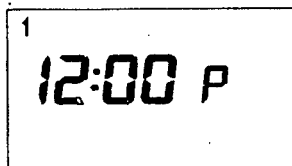

Fig. 3.2
**Tidsur tasten** (ur) (6) trykkes ind, displayet viser den programmerede tid og et **p** se fig. 3.2, **1**, **12.00 p** viser at det er mandag og kl. er 12.00 middag og at mandagsprogrammet er i drift.